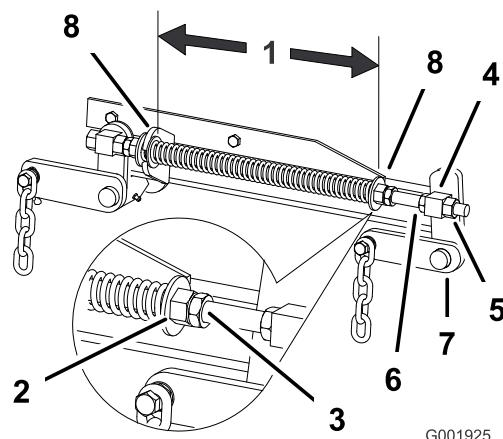

Figura 58
2. Compruebe la distancia entre las dos arandelas grandes, que debe ser de 28,2 cm (11-1/8 pulg.) para plataformas de cortacésped de 52 pulgadas, o 26,7 cm (10-1/2 pulg.) para plataformas de cortacésped de 60 pulgadas (Figura 58).
3. Ajuste esta distancia aflojando la contratuerca elástica y girando la tuerca que está delante de cada muelle (Figura 58).
4. Fije la tuerca en la posición deseada apretando la contratuerca elástica (Figura 58).